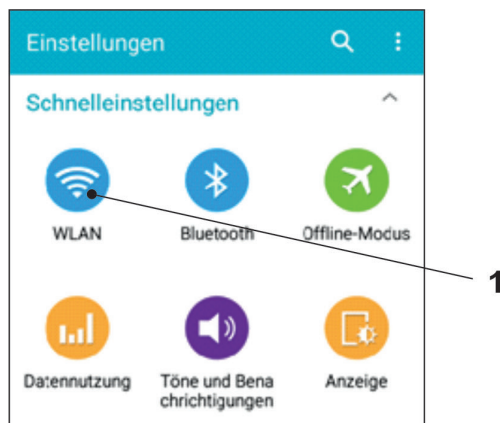

Abb. 29-3 Symbol für WLAN
3. WLAN (Abb. 29-3 Pos. 1) anwählen.